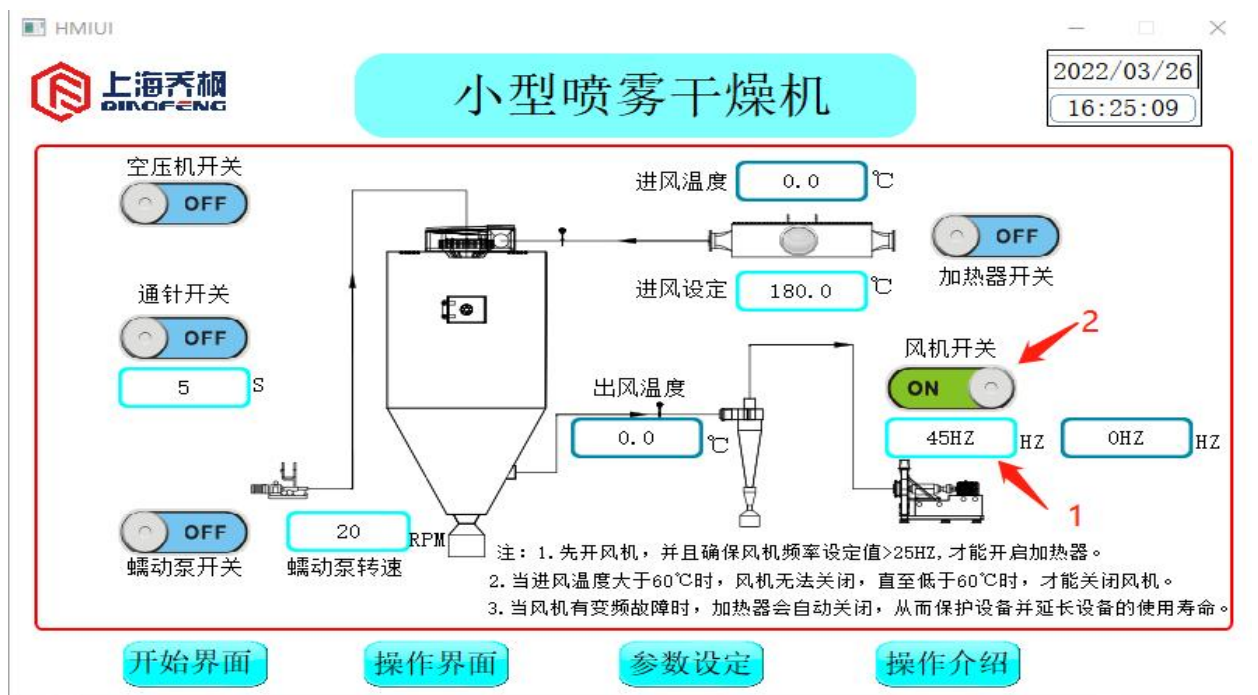

图 4
(2) 点击“HZ”前的设定框 1，用虚拟键盘输入“0-50”，即为风机工作频率为 0-50Hz，点击“分机开关” 2，开启风机。显示状态如图 4 所示。